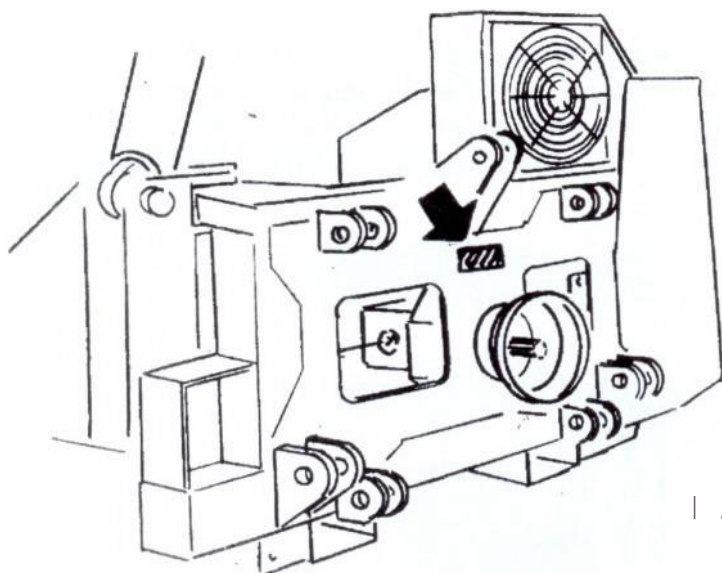

FIG. 14
- Убедитесь, что число оборотов и направление вращения силового взлета соответствуют тем, которые требуются косилки с мульчированием (FIG. 14)